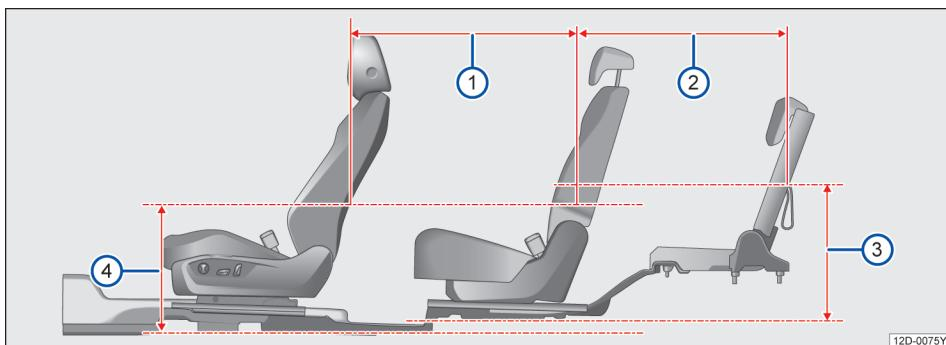

图 85 座间距
距离地板位置 680mm 处→图 85
④，第一排及第二排座椅座间距为
759mm→图 85①；在距离第二排座椅下方地板
380mm 处→图 85③，第二排及第三排座椅座间
距为 600mm→图 85②。